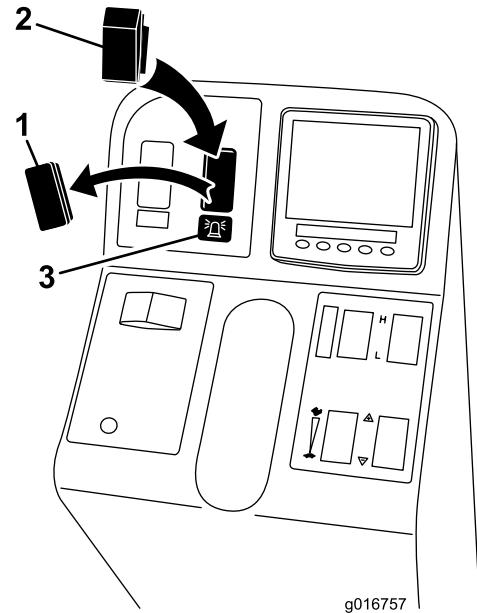

Bild 3
4. Setzen Sie den Schalter in das Loch in der Lenksäule (Bild 3).